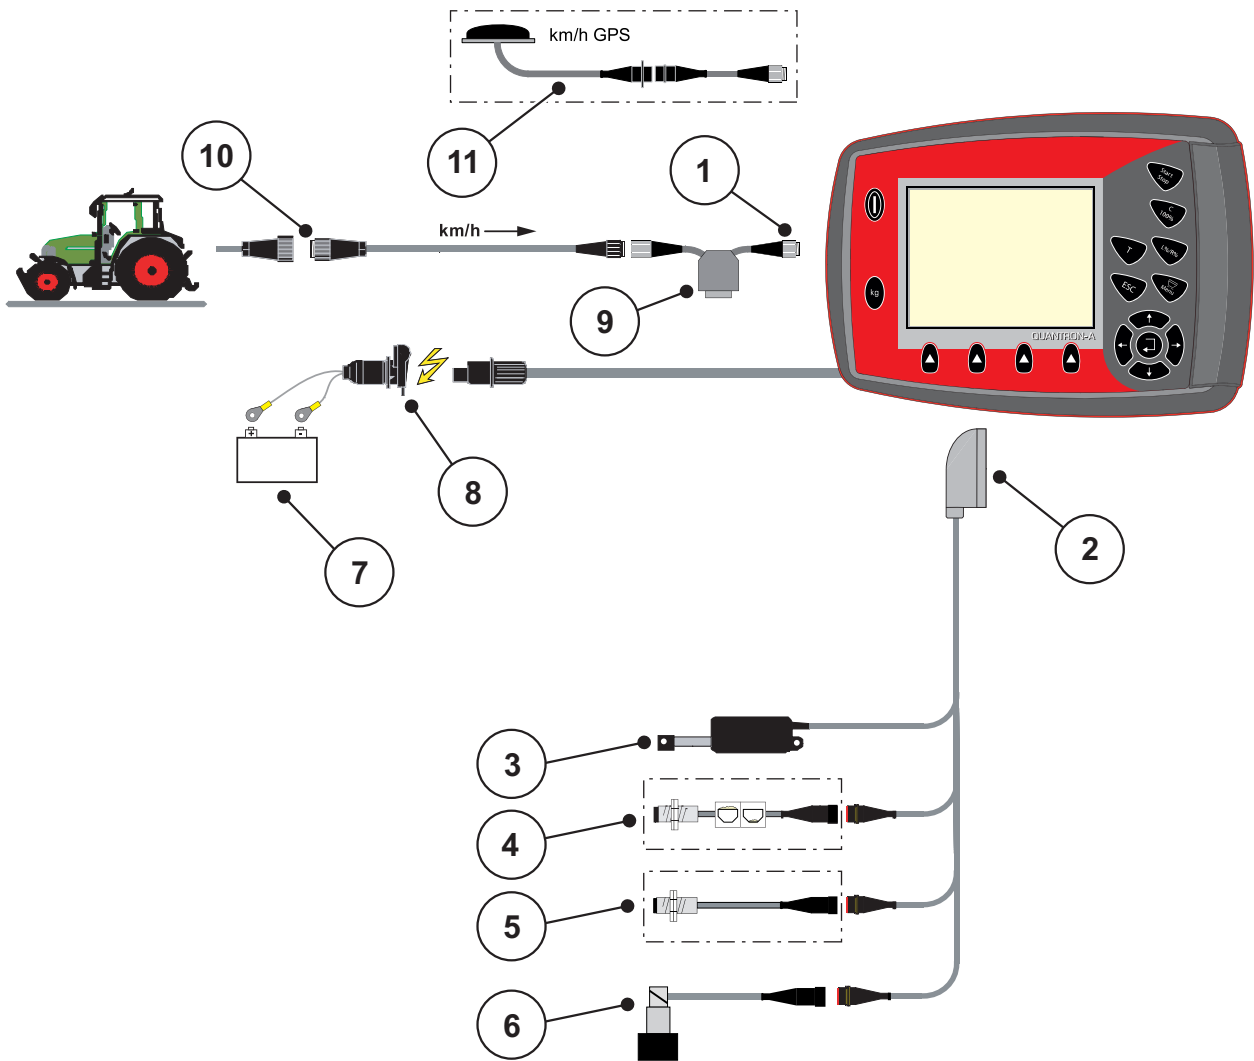
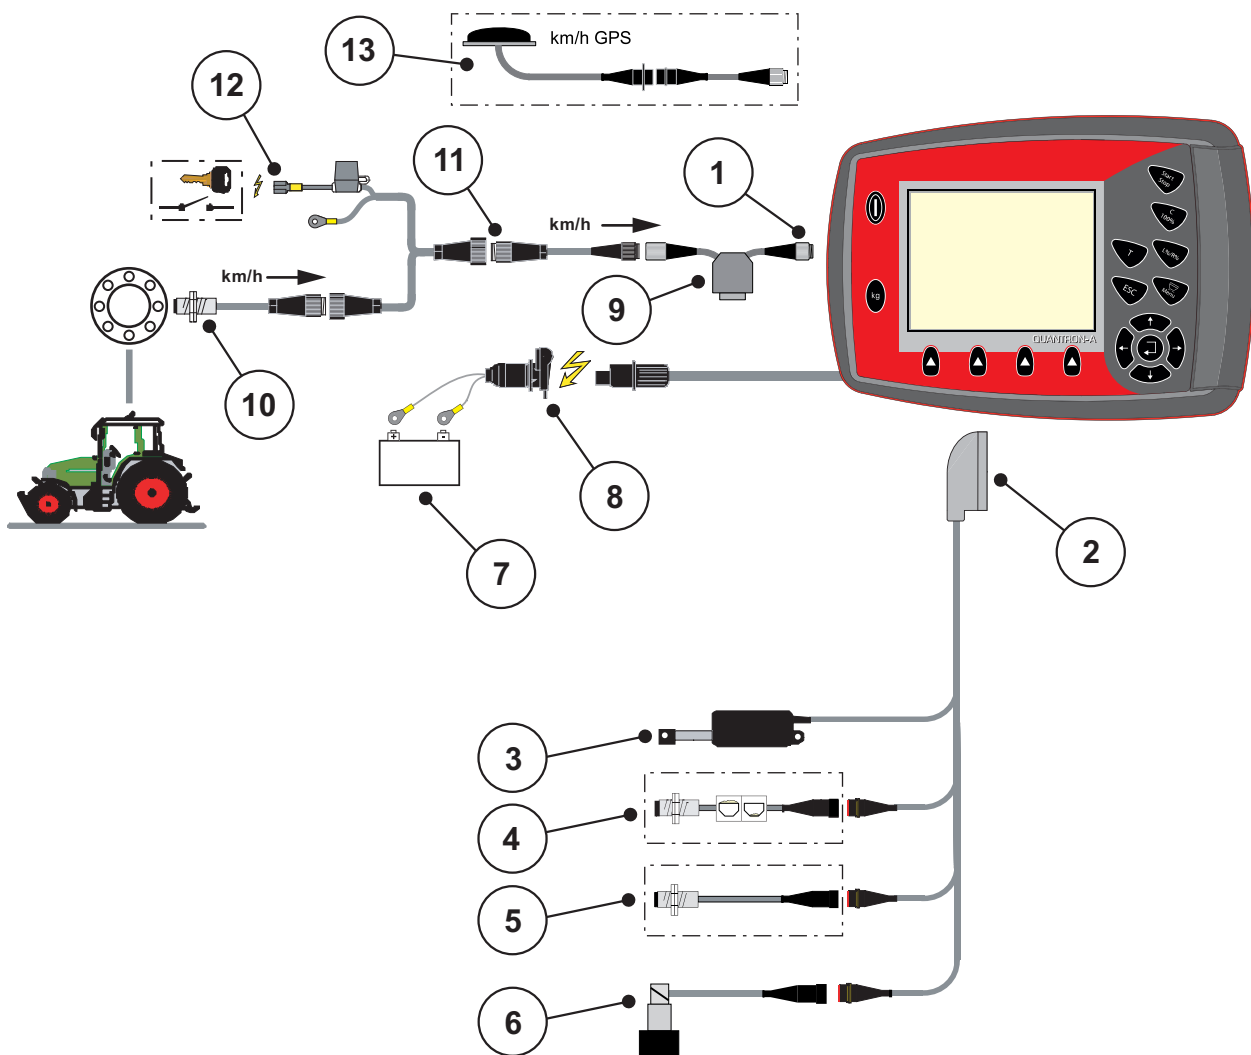

Bild 3.3: Schematische Anschlussübersicht QUANTRON-A (Standard)
Bild 3.5: Schematische Anschlussübersicht QUANTRON-A (Standard)
- Die Bedieneinheit an der 7-poligen Steckdose oder am Fahrgeschwindigkeitssensor anschließen (je nach Ausstattung, siehe Bild 3.3 bis Bild 3.5).